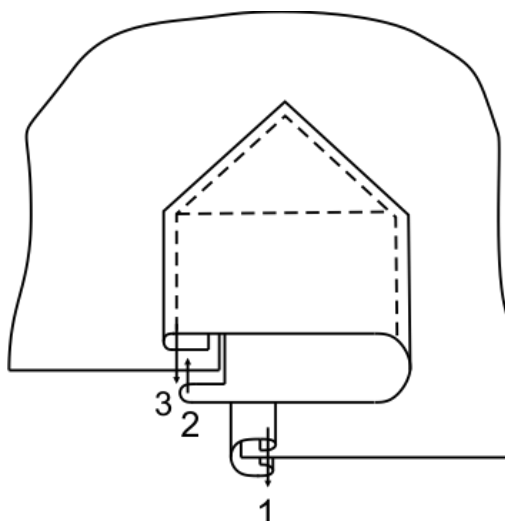

Рисунок 3. Обработка шлицы манжеты
13. Притачайте обтачку к одной из сторон разреза шлицы рукава (рис. 3, строчка 1).
15. Притачайте планку шлицы к второй стороне разреза шлицы (рис. 3, строчка 2).
17. Настрочите планку на рукав отделочной строчкой (рис. 3, строчка 3).